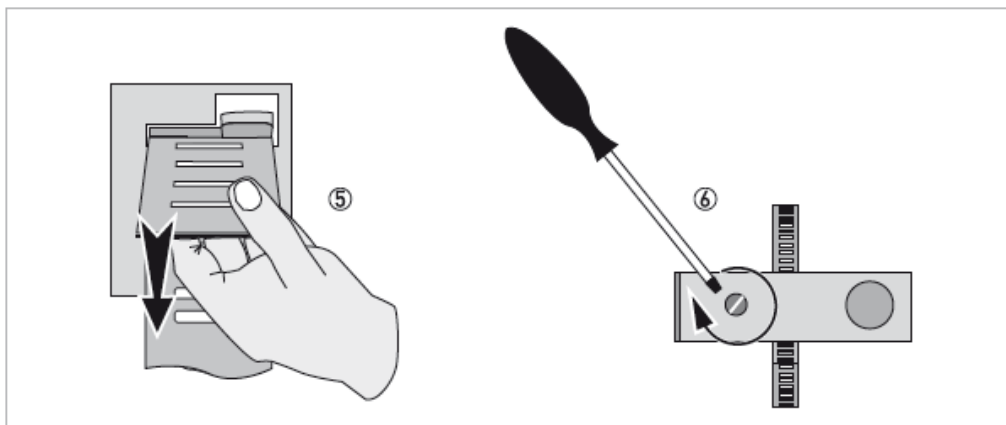

図 6.3
- 3) 配管円周上を回したセンサバンドを図 6.3 の⑤の位置に差し込み、引っ張って締め付けます。
⑥のネジ部を時計方向に回し、きつく締め付けます。